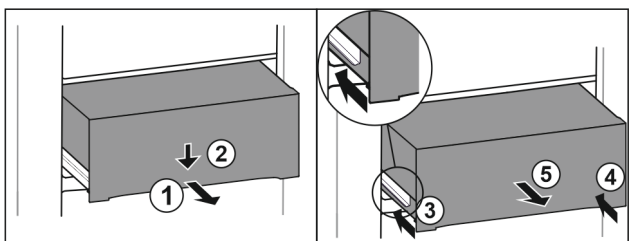

Fig. 122
- ▶ Изтеглете чекмеджето наполовина. Fig. 122 (1)
- ▶ Натиснете надолу чекмеджето от предната страна. Fig. 122 (2)
- ▶ Вкарайте лявата релса приблизително 2 cm навътре. Fig. 122 (3)
- ▶ Вкарайте дясната релса приблизително 2 cm навътре. Fig. 122 (4)
- ▶ Извадете чекмеджето напред. Fig. 122 (5)